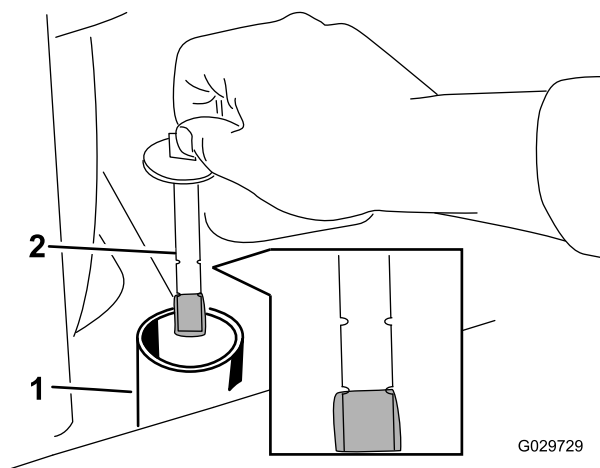

Рисунок 28
8. Снимите крышку с горловины заливного отверстия и проверьте уровень гидравлической жидкости с помощью шупа (Рисунок 28).